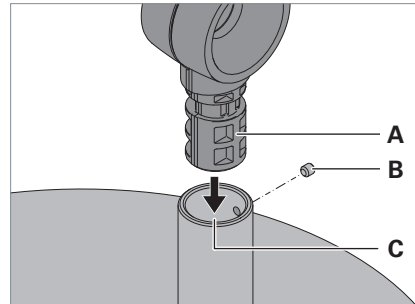

Fig. 2: Monter le luminaire sur le pied.
- ▶ Introduisez le tourillon **A** situé sur la tige du luminaire dans l'orifice **C** du pied, voir Fig. 2.